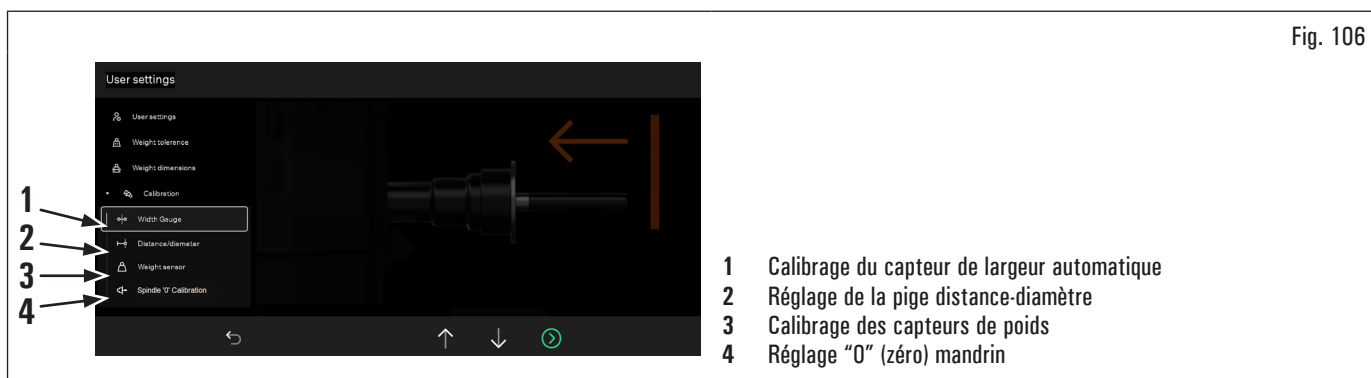

Fig. 106
En appuyant sur l'icône (Fig. 106 réf. 1) l'écran suivant apparaîtra sur le moniteur :
En appuyant sur l'icône (Fig. 106 réf. 2) l'écran suivant apparaîtra sur le moniteur :
1. en appuyant sur l'icône (Fig. 106 réf. 3) l'écran suivant apparaîtra sur le moniteur :
1. En appuyant sur l'icône (Fig. 106 réf. 3) l'écran suivant apparaîtra sur le moniteur :